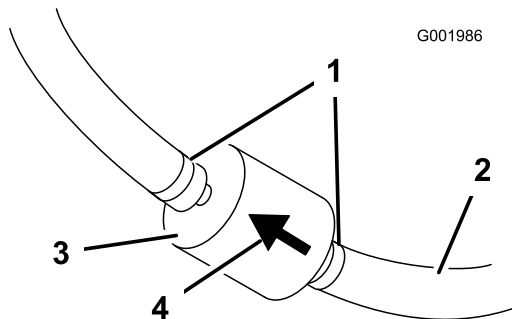

Figura 53
5. Apriete los extremos de las abrazaderas y deslícelas por el tubo alejándolas del filtro (Figura 53).